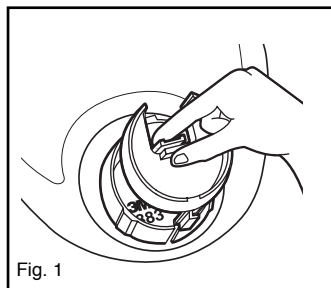

Fig. 1
1. Appuyer sur la languette de verrouillage située au dos du déflecteur d'air 6881 et tirer pour la dégager de la base de l'orifice DIN 6883. (fig. 1)
4. Aligner la patte située au bas du déflecteur d'air 6881 avec la fente pratiquée au bas de la base de l'orifice DIN 6883 (fig. 1). Faire glisser vers l'avant et appuyer sur le bouton central jusqu'à ce que la languette de verrouillage s'enclenche.
1. Ensembles adaptateur pour orifice DIN 6884 et à admission d'air par pression 6874 uniquement : Saisir la languette de verrouillage située à l'arrière du déflecteur d'air 6881 et la tirer pour la dégager de la base de l'orifice DIN 6883 (fig. 1)